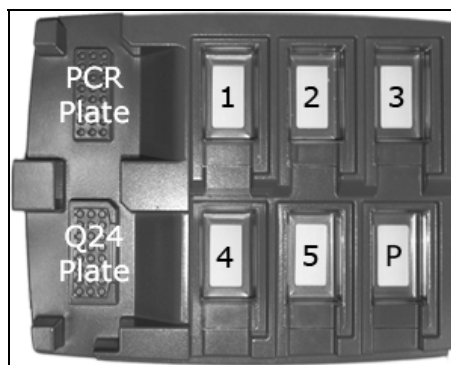

Figura 3. Colocación de la placa (o las tiras) de PCR y de la PyroMark Q24 Plate en la estación de trabajo de vacío.
- Coloque la placa (o las tiras) de PCR del Protocolo 3 y la PyroMark Q24 Plate sobre la mesa de trabajo (consulte la figura 3).**